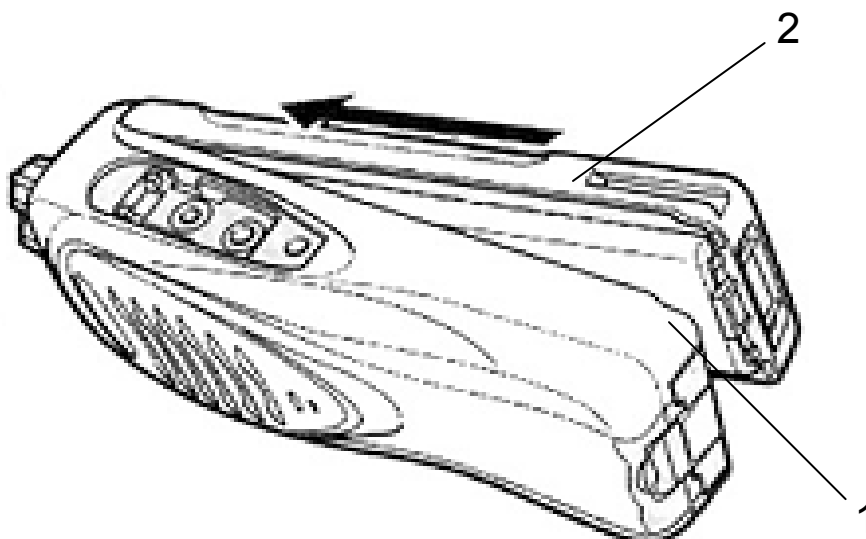

Рис. 6.1 – Установка блока искрозащиты РСН
6.1.1 Установить блок аккумуляторный РСН (рис. 6.1). Совместить блок аккумуляторный РСН **2** с задней поверхностью радиостанции РСН **1** и легко придавить до характерного щелчка фиксатора в верхней части радиостанции РСН **1**.